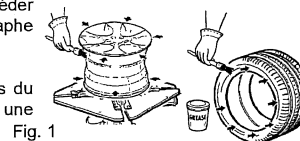

Fig. 1
20.1 Montage du talon inférieur (se référer à la fig. 1, page 17)